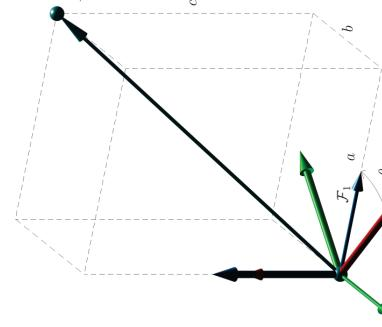

FIGURE 5.5 – Question 5.1.
- 5.1. Répondre aux différentes questions en rapport avec la figure 5.5 :
5.1. Répondre aux différentes questions en rapport avec la figure 5.5 :